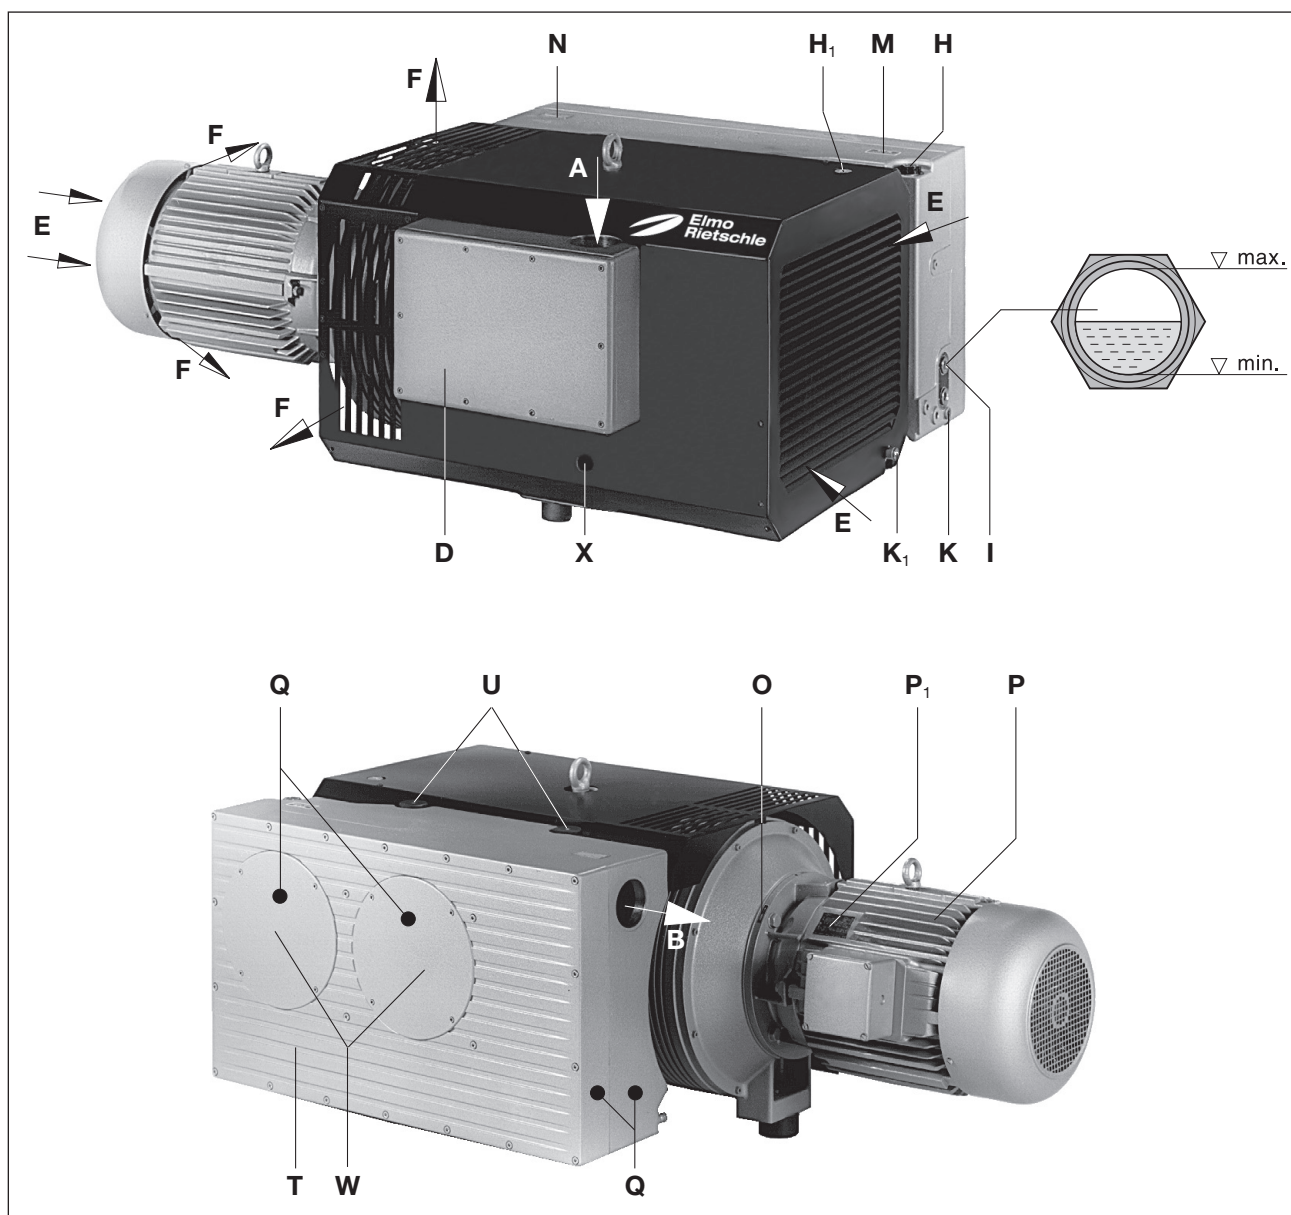

Fig. 2 Vakuumpumpe V-VC 400 - V-VC 1300
En seriemæssig gasballastventil (fig. 2/U) forhindrer ved opslugning af små dampmængder kondensation af vanddampen i pumpens indre, når pumpen er driftsvarm. Ved større mængder vanddamp kan pumpen fra fabrikken udstyres med en forstærket gasballast.
Filterhuset (fig. 2/D), oliepåfyldningen (fig. 2/H), olieskueglasset (fig. 2/I), olieudledningen (fig. 2/K, K1), gasballast (fig. 2/U) og olieudskillerhuset (Fig. 2/T) skal alle være let tilgængelige. Køleluftindtagene (fig. 2/E) og køleluftsudtagene (fig. 2/F) skal have mindst 30 cm afstand til de nærmeste vægge. Udlødt køleluft må ikke suges ind igen. Til vedligeholdelsesarbejde skal der være 50 cm afstand rundt om maskinen.
Udsugningsåbningen (fig. 2/B) må ikke være lukket eller indsnævret.
- a) Vakuumentilslutningen (fig. 2/A) er placeret på filterhuset (fig. 2/D).
- b) Den udsugede luft kan blæse frit ud gennem udsugningsåbningen (fig. 2/B) eller føres væk med en slange- eller rørledning.
- a) Fyld smøreolie (se kapitlet "vedligeholdelse" for egnede typer) i oliepåfyldningen (fig. 2/H, 2/H₁) indtil overkanten af skueglasset (fig. 2/I).
- a) Motorens elektriske data er angivet på typeskiltet (fig. 2/N) eller på motordataskiltet (fig. 2/P_i). Motorerne overholder DIN EN 60034 og er i beskyttelsesklasse IP 55 og isoleringsklasse F. Ledningsdiagrammet sidder i motorens klemkasse (ikke ved versionen med stiktilslutning). Motordataene skal sammenholdes med dataene for den eksisterende netspænding (strømtype, spænding, netfrekvens, tilladt strømværdi).